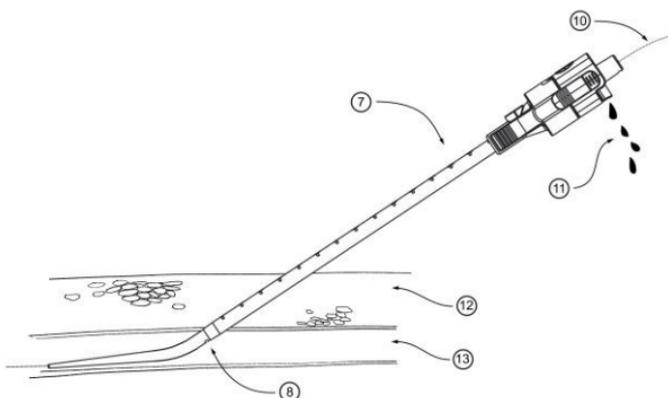

Figura 2. Sinal de sangue quando a bainha introdutora está no vaso.
- c. Avance o introdutor PerQseal® na direção do vaso a um ângulo baixo ($\leq 30^\circ$) até que exista um sinal de sangue evidente na porta lateral do conector do dilatador (11, Fig. 2). Pare de avançar neste ponto (veja a Figura 2). **Tome nota do número na escala graduada da bainha introdutora ao nível da pele, quando este sinal de sangue ocorrer pela primeira vez. Isto indica quando a ponta da bainha introdutora está no vaso.**